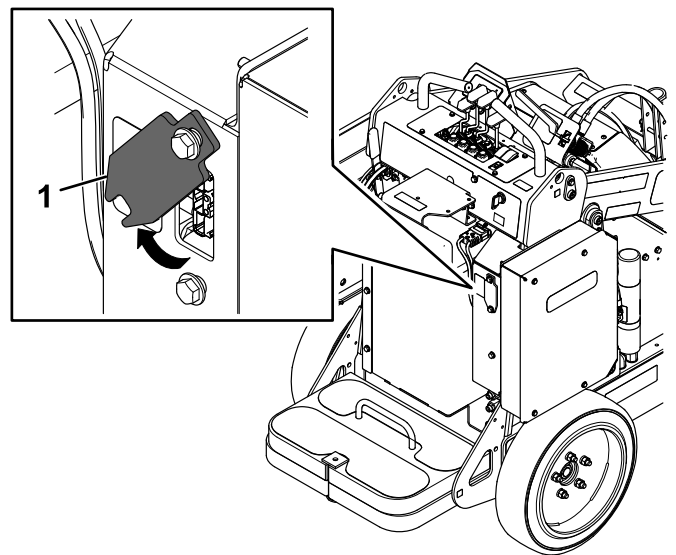

Figura 23
6. Glisați în sus capacul încărcătorului și pivotai-l în afară (Figura 23).
10. Pivotați la loc capacul încărcătorului și glisați-l în jos peste urubul inferior (Figura 23).